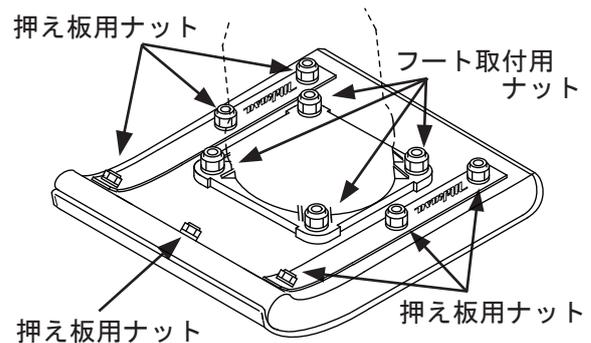

図 2
5. フート取付用ナットと押え板用ナットの増し締めを行ってください。長期間使用しているとフートが摩耗して隙間が発生し、ボルトが損傷する恐れがあります。必ず、御使用前に増し締めを行ってください。(図2)